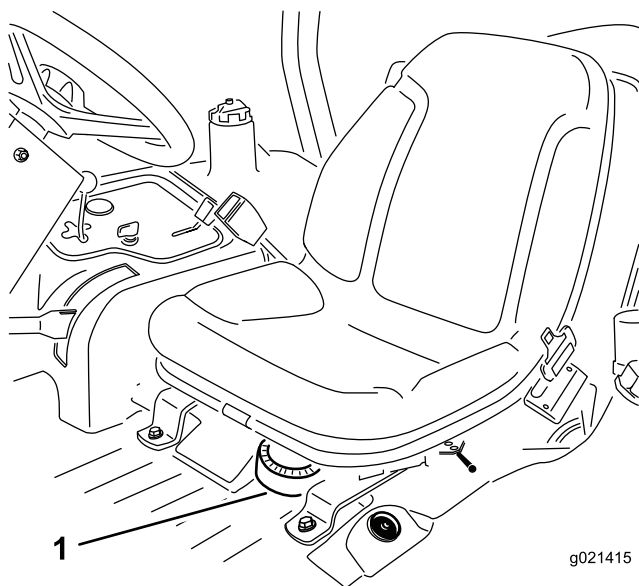

Figura 49
1. Retire o banco da máquina para aceder à bomba de combustível (Figura 49).